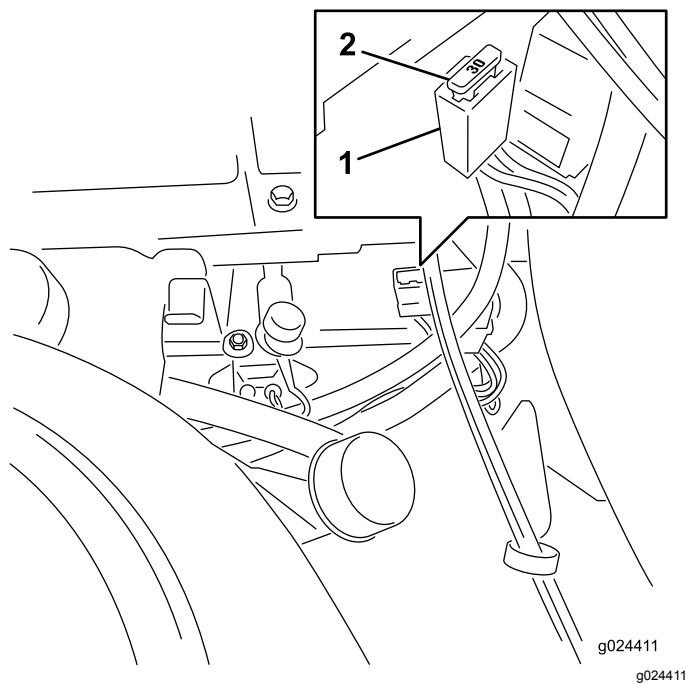

Figure 55
**Remarque:** Les fusibles sont situés sur la console droite, près du siège (Figure 55).
4. Placez un fusible devant l'emplacement dans le porte-fusibles (Figure 55).
5. Poussez le fusible dans le porte-fusibles jusqu'à ce qu'il soit complètement engagé (Figure 55).